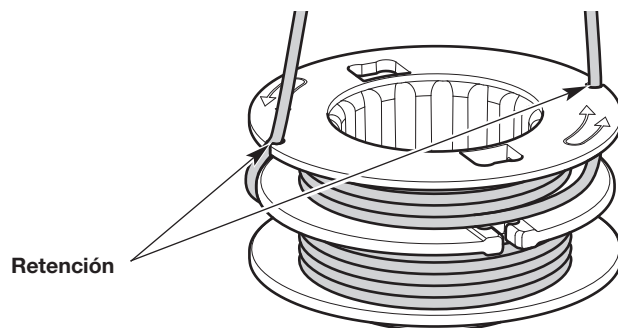

Fig. 22
4. Inserte los dos extremos en las dos ranuras de retención (Fig. 22).